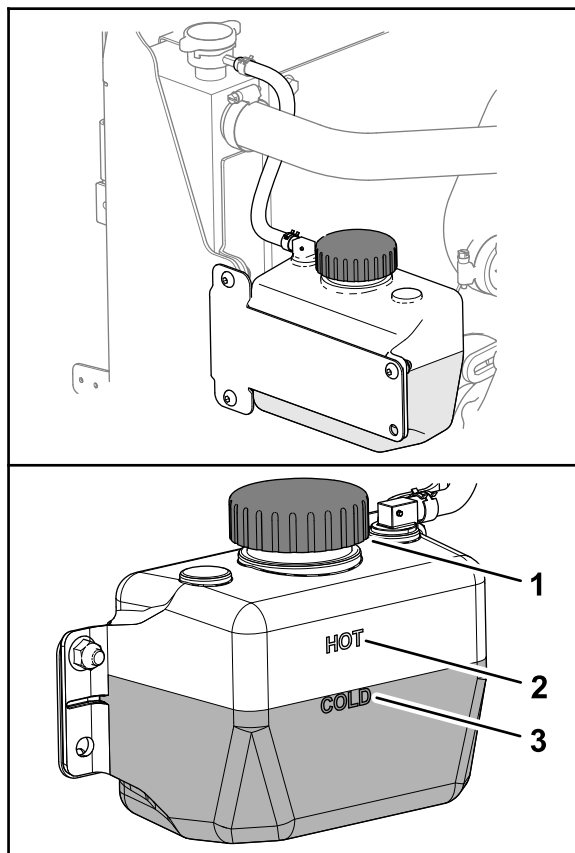

Figure 93
3. Vérifiez le niveau de liquide de refroidissement dans le réservoir (Figure 93).